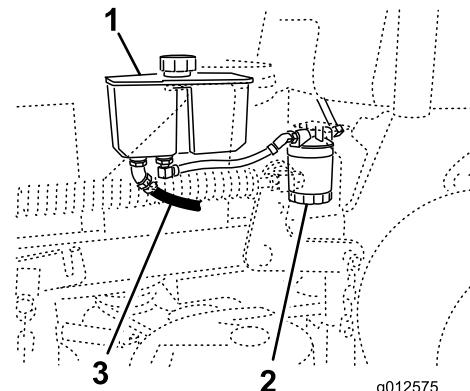

Figure 72
- Localisez le flexible hydraulique avant sous le réservoir hydraulique et placez le bac de vidange sous le réservoir (Figure 72).